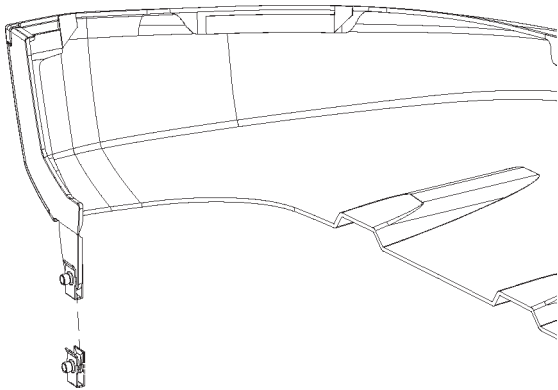

FIGURE 48
- Insérer l'écrou en U sur la charnière dans le passage de roue du revêtement avant, un par côté. Se reporter à la Figure 48.